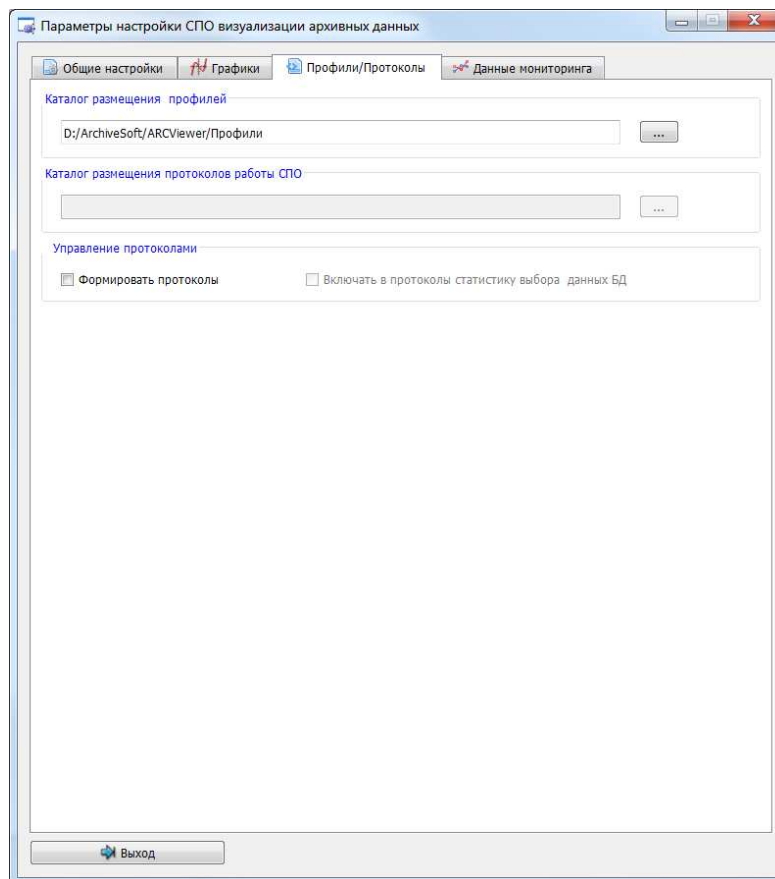

Рис. 3.23.40 – Окно «Параметры настройки СПО визуализации архивных данных», вкладка «Профили/Протоколы»
- «Профили/Протоколы» – устанавливаются каталоги размещения графических профилей и протоколов работы с графическими профилями, а также опции управления протоколом (рис. 3.23.40)